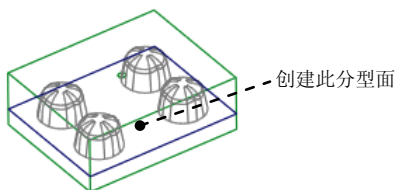
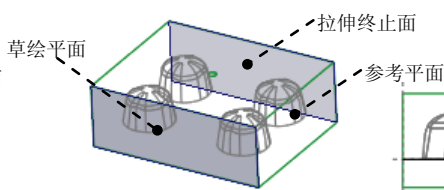

图 22.22 创建主分型面
图 22.23 定义草绘平面
Step5. 通过拉伸的方法, 创建图 22.22 所示的分型面。
- (1) 单击 **分型面** 功能选项卡 **形状** ▾ 区域中的 拉伸 按钮, 此时系统弹出“拉伸”操控板。
- (2) 定义草绘截面放置属性。右击, 从弹出的菜单中选择 **定义内部草绘...** 命令; 在系统 选择一个平面或曲面以定义草绘平面。 的提示下, 选择图 22.23 所示的表面为草绘平面, 接受默认的箭头方向为草绘视图方向, 然后选取图 22.23 所示的表面为参考平面, 方向为 **右**, 单击 **草绘** 按钮, 系统至此进入截面草绘环境。
(4) 设置深度选项。
- ① 在操控板中选取深度类型 (到选定的)。
- ② 将模型调整到图 22.23 所示的视图方向, 然后选取图 22.23 所示的表面为拉伸终止面。
- ③ 在“拉伸”操控板中单击 按钮, 完成特征的创建。